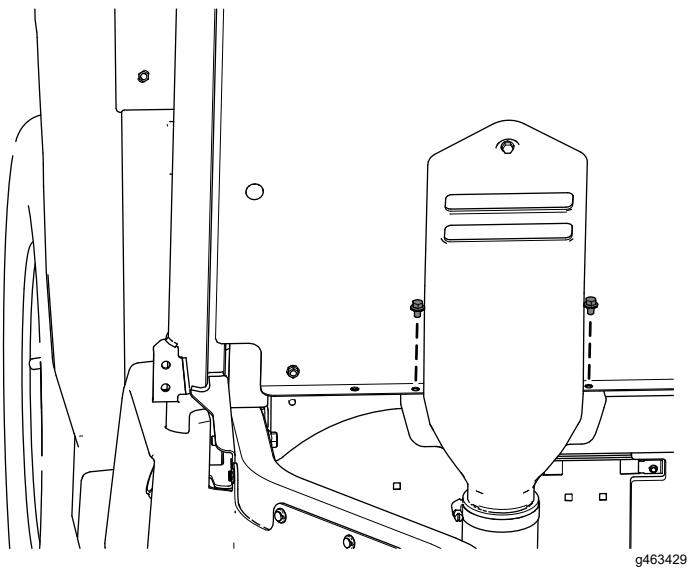

Figure 67
G. Fixez le bas du capot d'admission CVT au panneau du siège à l'aide des 2 boulons à embase ($\frac{1}{4} \times \frac{3}{8}$ po) retirés précédemment, comme montré à la Figure 67.